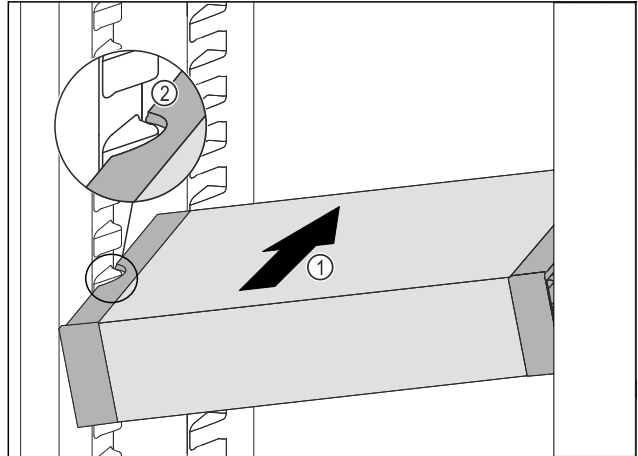

Fig. 181
- VarioSafe schräg in das Kühlteil einschieben Fig. 181 (1), bis sich die seitlichen Aussparungen Fig. 181 (2) des VarioSafes auf Höhe der Behälterrippe im Kühlteil befinden.